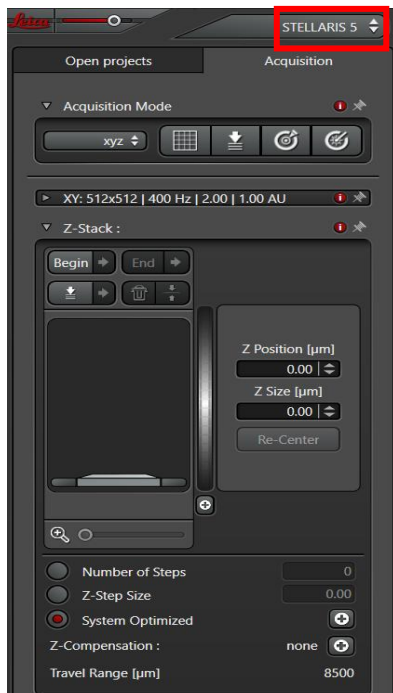
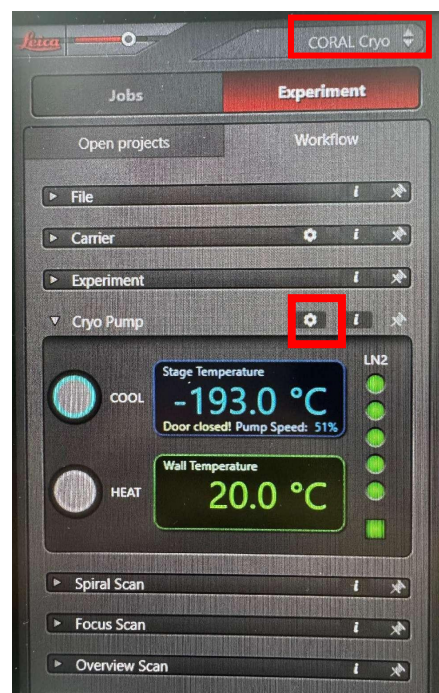

图 11
图 12
3. 当完成以上步骤后，即可进入常温版 STELLARIS 5 操作界面（如图 11），点击红框内的 STELLARIS 选项，在弹出的下拉菜单中选择 CORAL Cryo，切换至冷冻共聚焦模式（如图 12）。